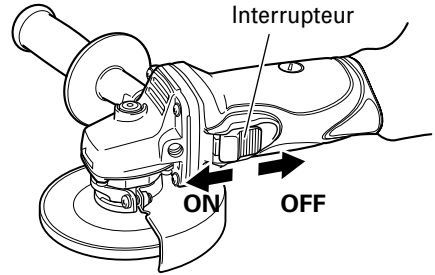

Fig. 6
- Mettre la meuleuse sous tension (Fig. 6) Tout en maintenant la meuleuse fermement, utiliser un doigt pour faire glisser l'interrupteur sur la position "ON".